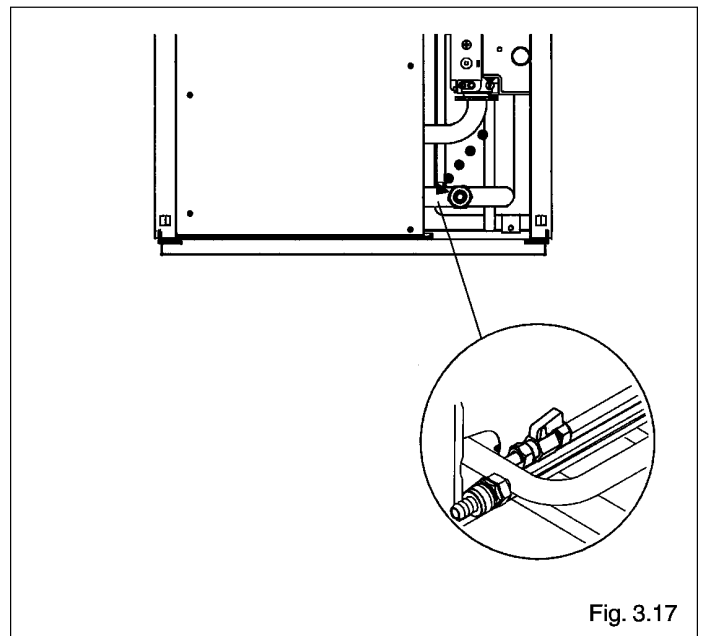

Fig. 3.17
- Откройте запорные устройства на водопроводе и кран заливки, медленно заливайте воду до тех пор, пока термоманометр системы в холодном состоянии не покажет значение **1,5 бар** (рис. 3.17).